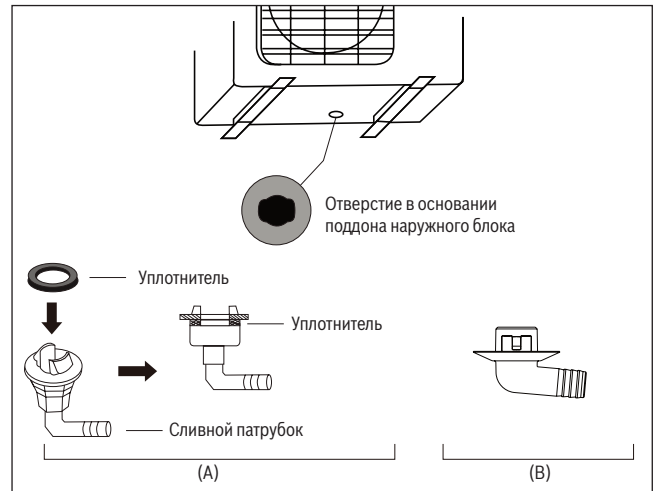

Рис. 23.
**Если в составе сливного патрубка имеется резиновый уплотнитель (см. рис. 23А), то необходимо выполнить следующее:**
**Если в составе сливного патрубка отсутствует резиновый уплотнитель (см. рис. 23В), то необходимо выполнить следующее:**